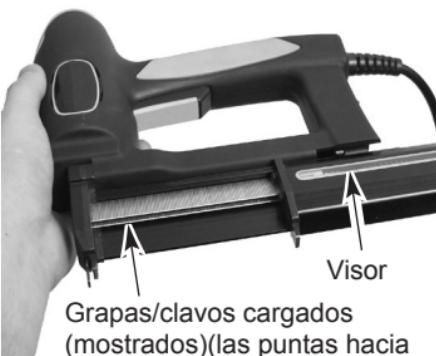

Figura 3
3. Coloque la herramienta lateralmente con el visor hacia arriba (vea la Figura 3).
4. Cargue las grapas/clavos en la pista de recorrido de clavos (vea la Figura 3). Asegúrese que las grapas/clavos estén hacia delante en la cargadora y las puntas de las grapas/ clavos estén con dirección al fondo de la herramienta cargadora.